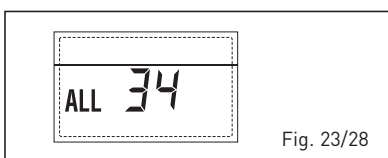

Fig. 23/28
- ANOMALIA COMUNICAZIONE SCHEDINO RS-485 E SCHEDINO RS-485 "ALL 35" (fig. 23/29)